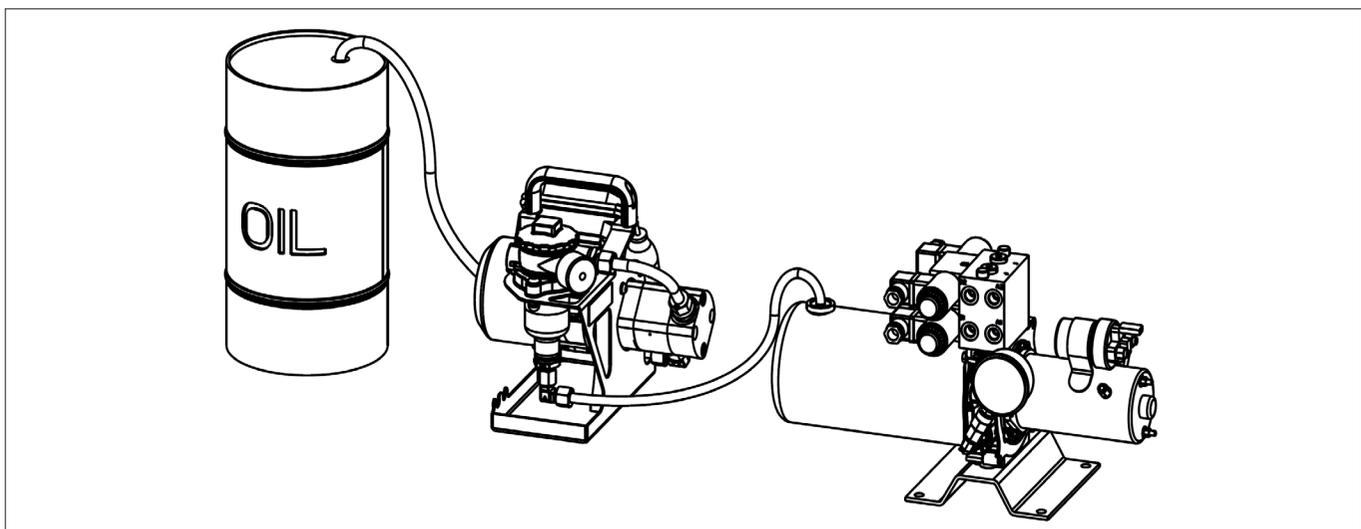

Abb. 7: Befüllen des kleinen Hydroaggregates mit Hilfe des CFP
- Bei Beschädigung des Metallgewebes, der Dichtung und / oder den O-Ring im Inneren des Siebgehäuses ersetzen - Abbildung 7 (Bestell-Nr. - siehe Ersatzteilliste).
- Schrauben Sie das Saugsiebset (3) in den Pumpeneinlass.
- Schrauben Sie den geraden Nippel (2) ein.
- Installieren Sie die Winkelverschraubung (1).